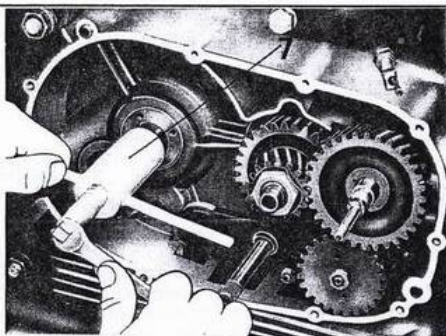

Abb. 76
- auf die Primärwelle den inneren Ring des Nadellagers, unter Verwendung des Werkzeugs Nr. 10909300 (7 aus Abb. 76);